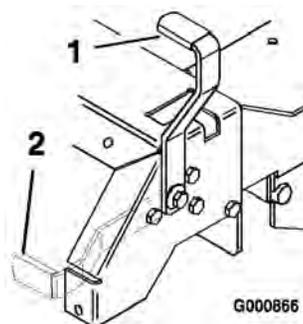

Figura 7
2. Tire hacia atrás y hacia arriba de la palanca del freno de estacionamiento para poner dicho freno (Figura 7). La palanca del freno de estacionamiento debe permanecer firmemente en esa posición.
Empuje hacia adelante y hacia abajo la palanca del freno de estacionamiento para quitar dicho freno (Figura 7).